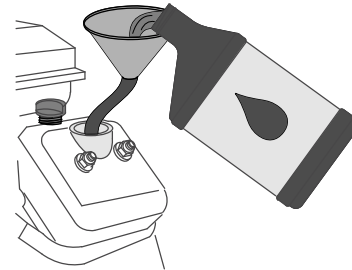

Figura 75
2. Vierta lentamente 1.6 L (56 onzas fluidas) de aceite del tipo especificado en el cuello de llenado (Figura 75) del motor; consulte Especificación del aceite del motor (página 56).